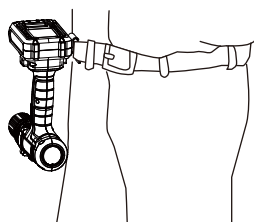

Fig. 19
- > O clipe para cinto (9) pode ser engatado no seu cinto ou bolso, etc. (Fig. 19)